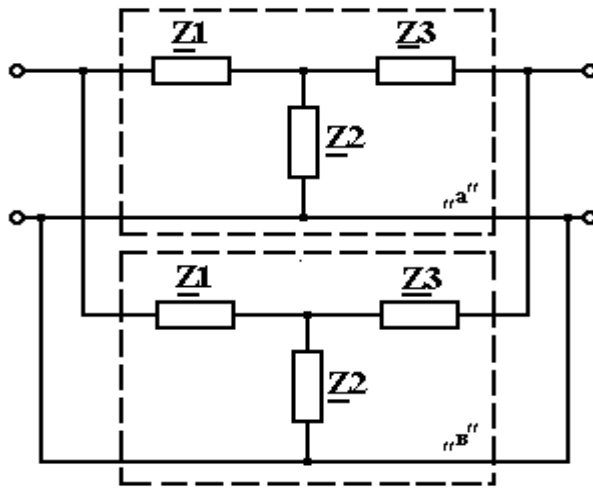

Рис. 5.9
5.1. Схема составного четырехполюсника (рис.5.9)